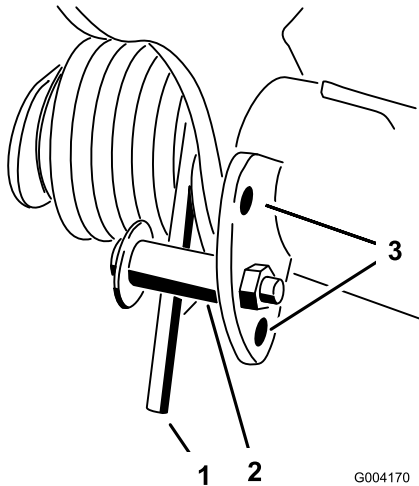

図 41
グの長い方の端にパイプなどを通してスプリングの力を殺しておく（図 41）。
3. スプリングのテンションをなくしたら、スプリング・アクチュエータを固定しているボルトとロックナットを外す（図 41）。